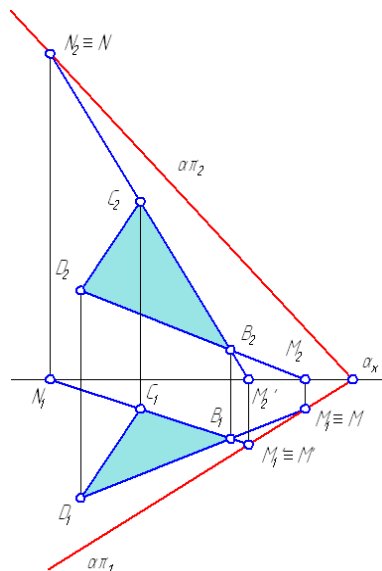

Рисунок 5.2.1 — Построение следов плоскости
2) Из точки  $M_2$  восстановить перпендикуляр (линию проекционной связи) до его пересечения с горизонтальной проекцией прямой  $DB$  или ее продолжением. Точка пересечения  $M_1$  и будет являться горизонтальной проекцией горизонтального следа (Рисунок 5.2.1), которая совпадает с самим следом  $M$ .